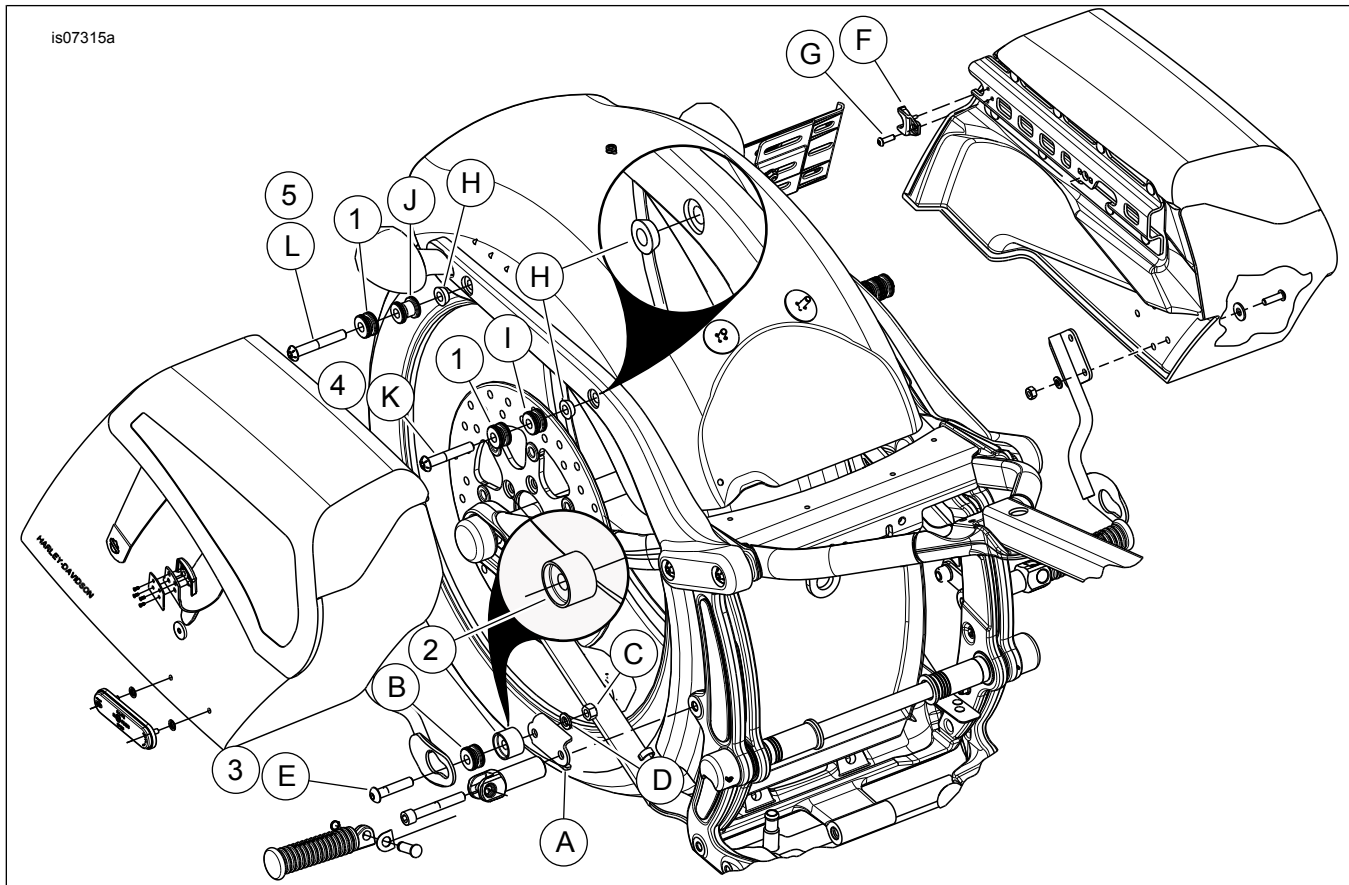

Figura 1. Parti di ricambio: Kit di punti di ancoraggio delle borse rimovibili (No codice 52300243)
Vedere Figura 1 e Tabella 1.
2. Vedere Figura 1. Rimuovere le viti (K e L), i punti di ancoraggio (J e I) e i distanziali di ancoraggio conici (H). Prender nota delle posizioni dei punti di ancoraggio e dell'orientamento del distanziale conico.
3. Rimuovere il dado (C), la rondella aperta (D), il mini punto di ancoraggio (B) e la vite (E) dalla staffa (A). Lasciare la staffa (A) installata sulla motocicletta.
4. Rimuovere e gettare il distanziale di ancoraggio (F) e la vite (G).
1. Vedere Figura 1. Sostituire le viti (K e L) con viti (4 e 5) prese da questo kit.
2. Sostituire la vite (E) con la vite (3) di questo kit.
3. Rimuovere e smaltire il distanziale di ancoraggio (F) e la vite (G) del kit di borse.
1. Vedere Figura 1. Installare la vite (4), il mini punto di ancoraggio (1), il mini punto di ancoraggio (I) e il distanziale conico (H) nel punto di montaggio anteriore del puntone. Serrare ad una coppia di 28,5–36,6 N·m (21–27 ft-lbs).
2. Installare la vite (5), il mini punto di ancoraggio (1), il punto di ancoraggio largo (J) e il distanziale conico (H) nel punto di montaggio posteriore del puntone. Serrare ad una coppia di 28,5–36,6 N·m (21–27 ft-lbs).
3. Installare la vite (3), il mini punto di ancoraggio (B) e il distanziale (2) sulla staffa di montaggio del 3° punto (A). Fissare con una rondella di sicurezza (D) e un dado (C). Serrare ad una coppia di 28,5–36,6 N·m (21–27 ft-lbs).